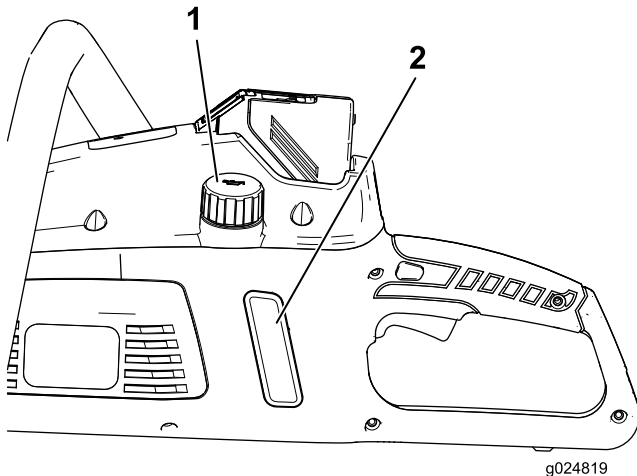

Figure 25
2. Vérifiez le niveau par le regard. Si vous ne voyez pas d'huile par le regard de la tronçonneuse, il est nécessaire de faire l'appoint (Figure 25).
3. Nettoyez la surface autour du bouchon d'huile (Figure 25).
4. Enlevez le bouchon et versez de l'huile dans la tronçonneuse jusqu'à ce qu'elle arrive en haut du regard de niveau (Figure 25).